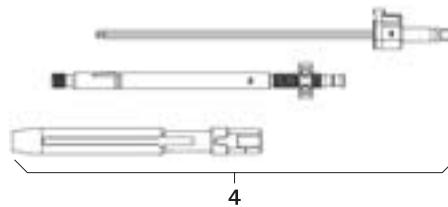

Abb. 10
- Repositionshebel 4 montieren, siehe Abb. 10.